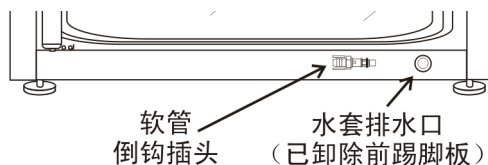

图 5-8. 水套排水口和软管倒钩插头
5. 排空水套中的水后，拔除软管倒钩并固定到设备前端。请参见图 5-8 和 5-9。